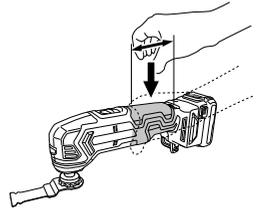

图 1
1. 紧紧握住工具时始终将一只手放在电机壳上（图 1）。请勿触碰金属部件。